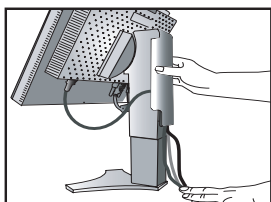

Figure 8
- Remettez la gaine dans sa position initiale (Figure 8).